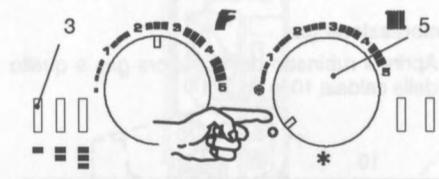

fig. 6.5
- 21 Spegnerne la caldaia portando il selettore 5 sulla posizione "O" fig. 6.5